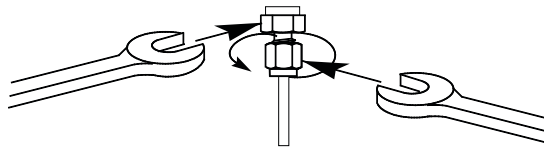

Abb. 12 Endgültiges Anziehen
- 8 Verwenden Sie für 1/8-Zoll-Swagelok-Armaturen** zwei 7/16-Zoll-Gabelschlüssel, um die Armatur mit einer 3/4-Drehung anzuziehen (Abb. 12).
Verwenden Sie für 1/4-Zoll-Armaturen zwei 9/16-Zoll-Gabelschlüssel, um sie mit einer 1-1/4-Drehung anzuziehen (Abb. 12).